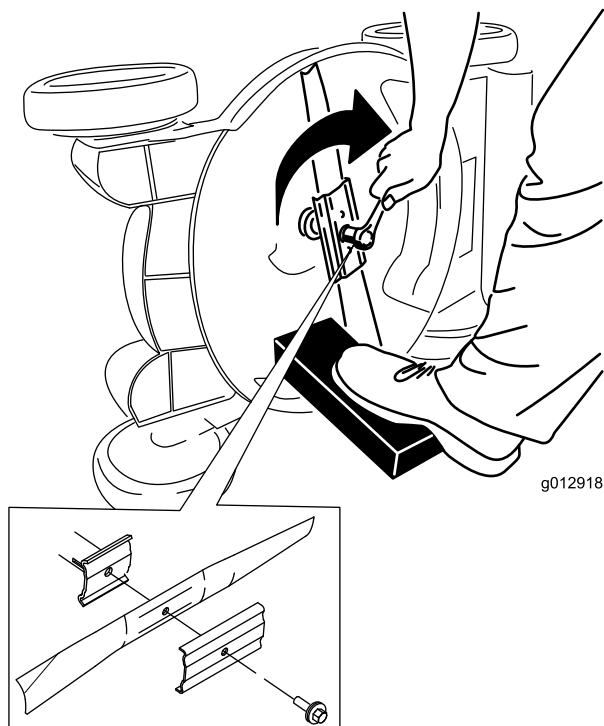

Figura 46
5. Montate la nuova lama usando la bulloneria di montaggio (Figura 46).